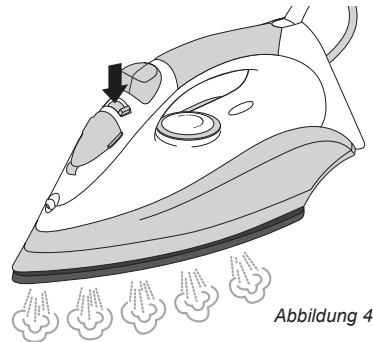

Abbildung 4
5. Stellen Sie mithilfe des Dampfstellknopfs die gewünschte Dampfmenge ein (siehe Abbildung 4).
7. Die Dampfstoßfunktion können Sie verwenden, indem Sie auf den Wahlknopf (6) drücken.